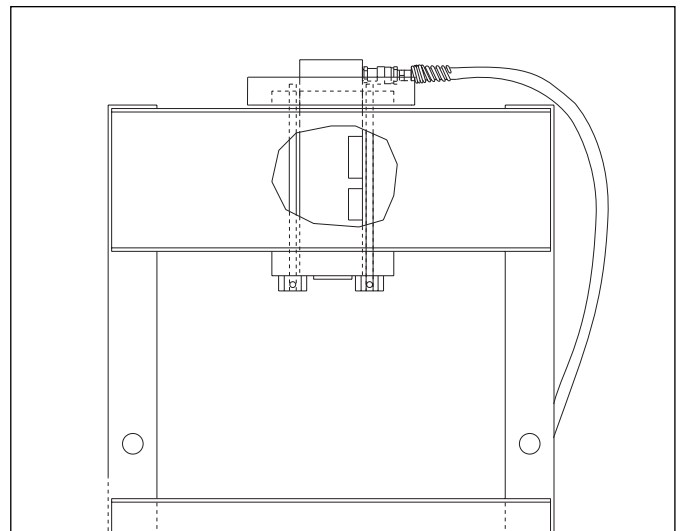

Figura 2. Conexões hidráulicas para cilindros de simples efeito
4.1 Cilindros de simples efeito (ver figura 2)